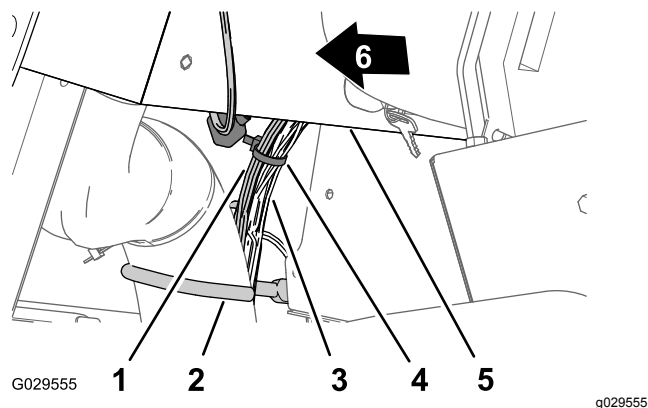

Figura 199
5. Adyacente al cable y al gancho de la manguera, sujete la rama del salpicadero de 240 cm al arnés de cables de la máquina con una brida (Figura 199).